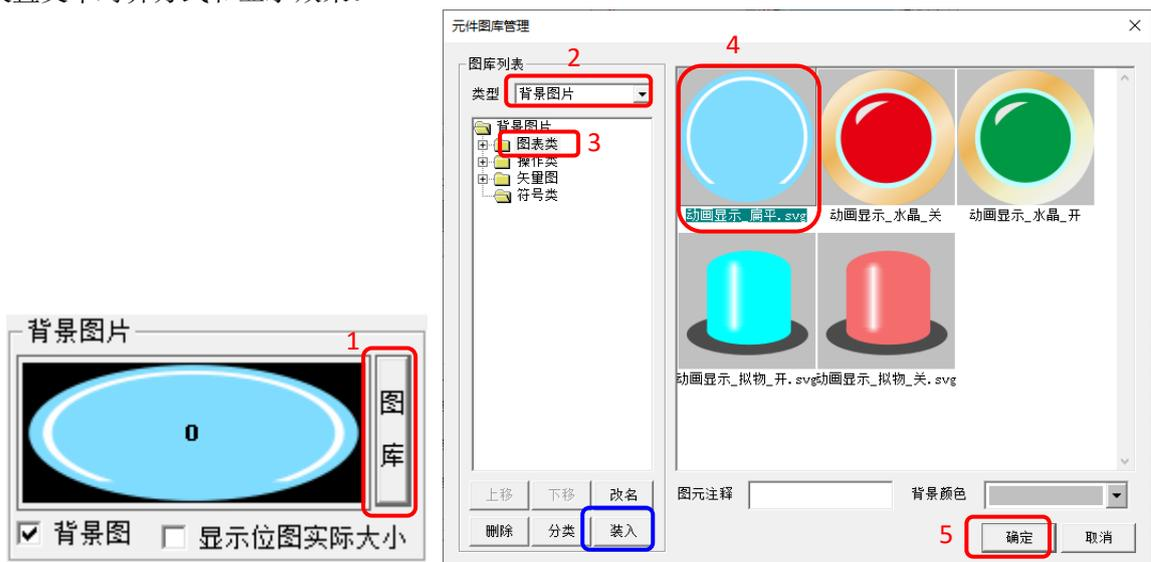

图 2.3-6 插入背景图
- 注意：通过图 2.3-6 中的【装入】按钮，可装载用户自定义图片，支持图片格式：bmp、jpg、png、ico、svg。
注意：用户可通过自定义键盘进行字符串输入方式与之类似，只需要将图 2.3-6 中的字符码修改为对应的字符即可，字符可以是汉字、字母（区分大小写）、标点、特殊符号。